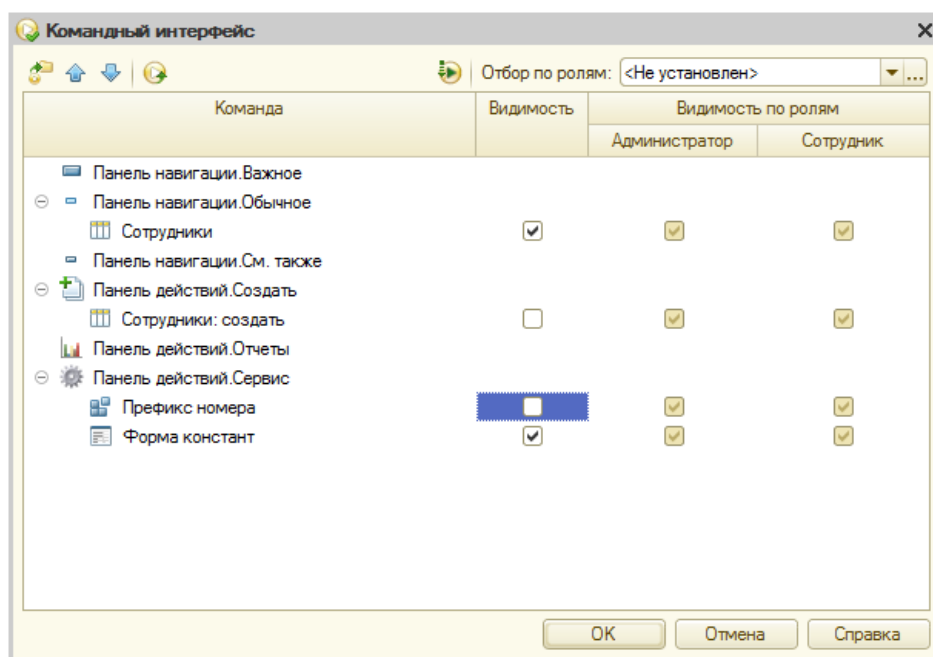

Рисунок 5.12- Настройка панели действий
7.5 Мы видим, что форма констант доступна в группе **Сервис** панели действий раздела **Администрирование**. В текущей ситуации наличие в той же группе команды вызова окна константы **Префикс номера** может показаться избыточным. Для того чтобы убрать эту команду из панели действий, нам понадобится отредактировать командный интерфейс. Для этого мы можем выполнить команду **Открыть командный интерфейс** подсистемы **Администрирование** и в появившемся окне, Рисунок 5.12., снять флаг **Видимость** для команды **Префикс номера** группы **Сервис** панели действий.